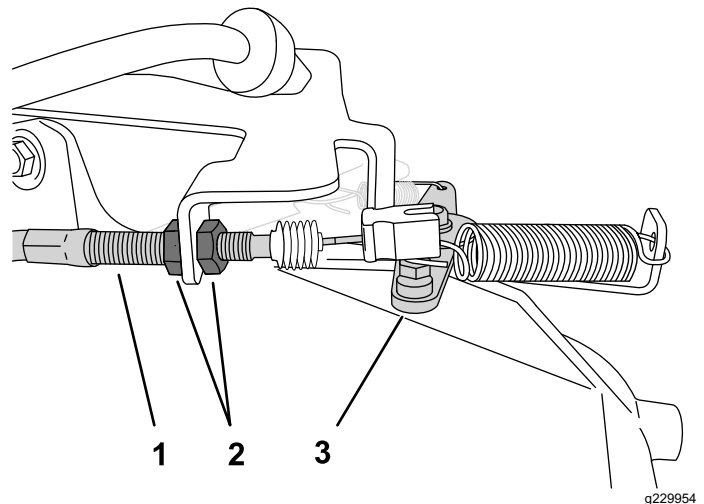

Рисунок 42
2. На корпусе троса дроссельной заслонки ослабьте переднюю контргайку и затяните заднюю контргайку, чтобы увеличить малую частоту холостого хода (**Рисунок 42**).